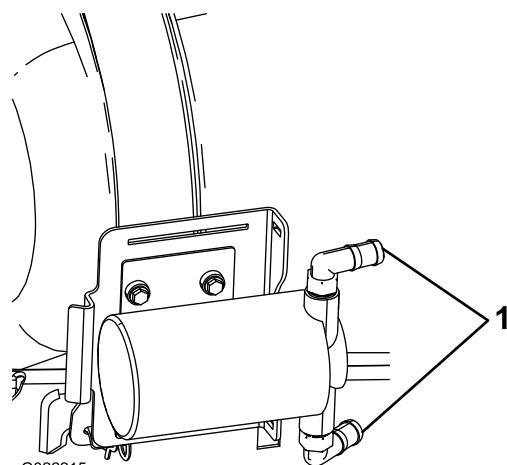

Bild 9
5. Befestigen Sie die Pumpenschlauchzahnungen, wie in Bild 9 abgebildet.